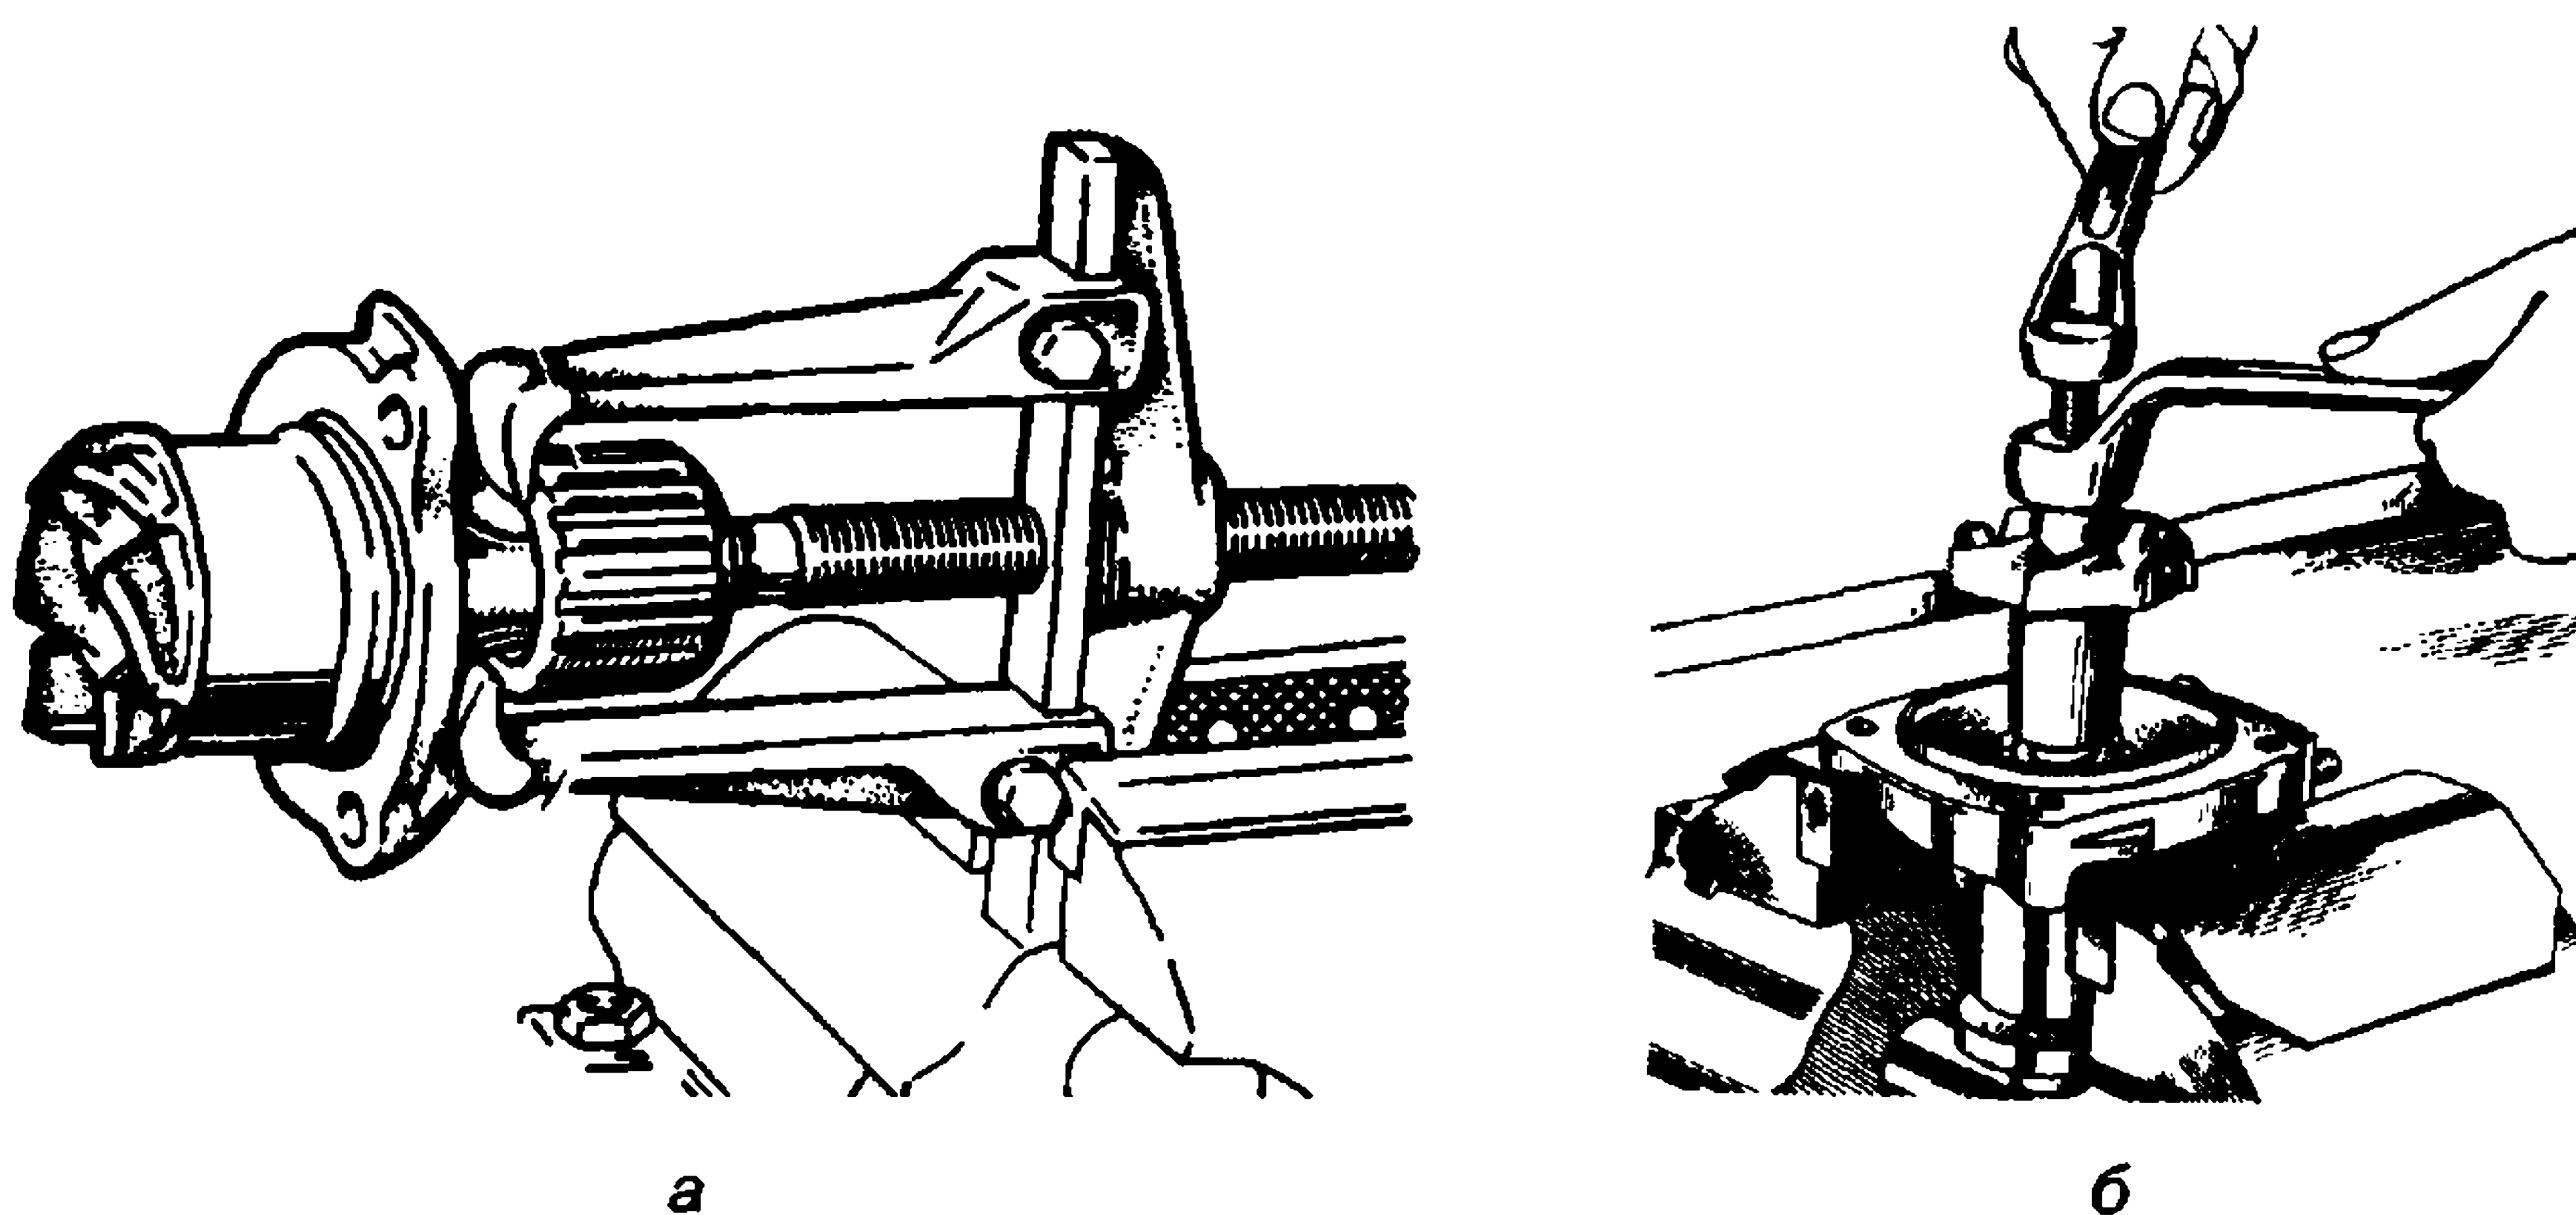

Рис. 54. Снятие ступицы шкива (а) и выпрессовка крыльчатки (б)
1. Спрессовать шкив съемником, закрепленным в тисках (рис. 54, а).
3. Спрессовать с валика крыльчатку (рис. 54, б) и снять сальник.